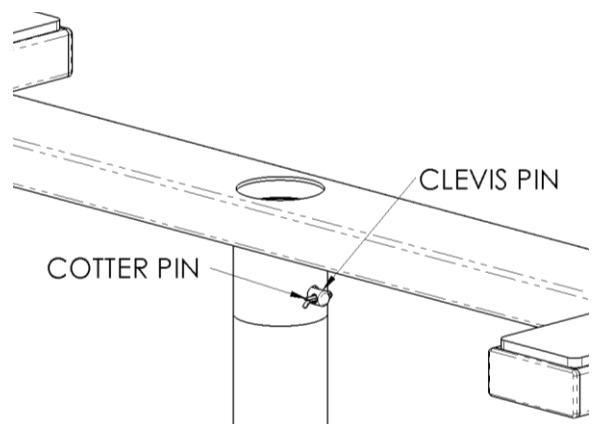

FIGURA 2
Superior (ARTÍCULO-1) directamente al ARTÍCULO-3 alineando los agujeros en el ARTÍCULO-1 y el ARTÍCULO-3 e insertando el Pasador de Horquilla (ARTÍCULO-6) a través de los agujeros. Después de insertar el pasador de horquilla, coloque el pasador de chaveta (ARTÍCULO 7) a través del orificio del pasador de horquilla como se muestra en la Figura 2.
3. Si tiene un techo de 8 a 10 pies , conecte el Marco Superior (ARTÍCULO-1) al Tubo de Extensión (ARTÍCULO-2) alineando los agujeros e insertando el Pasador de Horquilla y el Pasador de Chaveta como se muestra en la Figura 2.